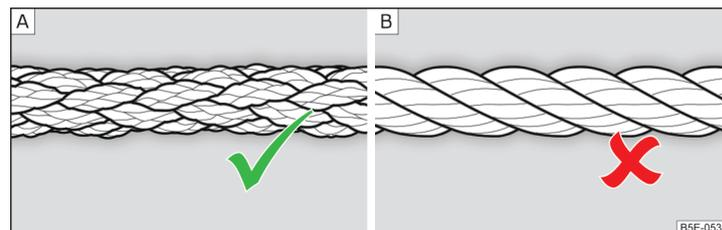

Fig. 126 Câble de remorquage tressé / Câble de remorquage torsé
Utilisez un câble de remorquage tressé pour le remorquage » fig. 126 - [A].
- Lors du remorquage, n'utilisez pas de câble entortillé » fig. 126 - B, l'œillet de remorquage pourrait se dévisser du véhicule - risque d'accident.